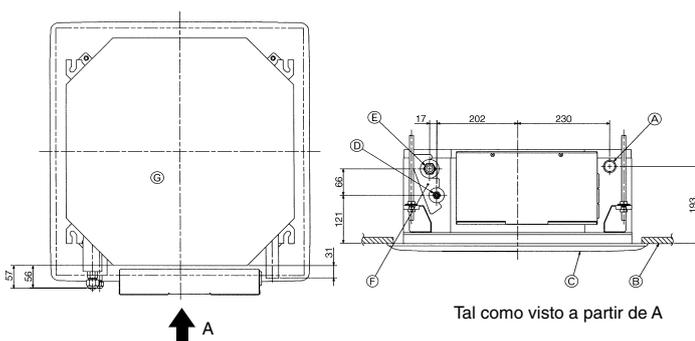

Fig. 5-7
5.3. Localizações das tubagens de refrigerante e drenagem (Fig. 5-7)
- (A) Tubo de drenagem